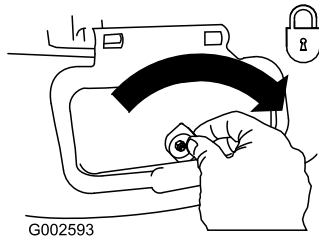

Figure 40
**Important:** Verrouillez le volet d'éjection latérale après l'avoir fermé (Figure 40).